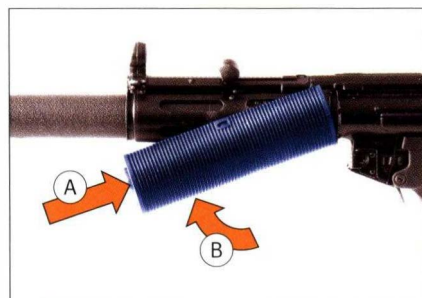

Abb. 73: Handschutz montieren
1. Handschutz von unten auf das Gehäuse schieben und nach oben drehen (Abb. 73).